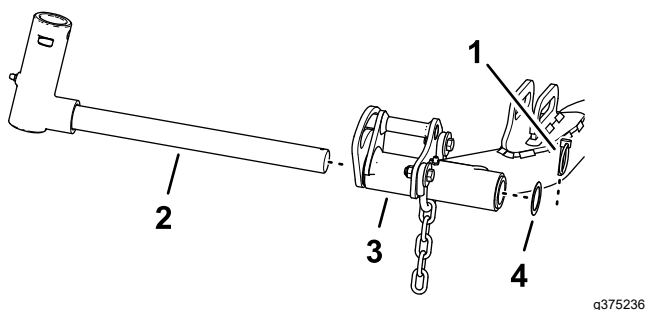

Figura 27
1. Îndepărtați tiftul de prindere i aiba care fixează axul pivot al braului de ridicare pe braul de ridicare i glisai arborele pivotului în afara braului de ridicare (Figura 27).